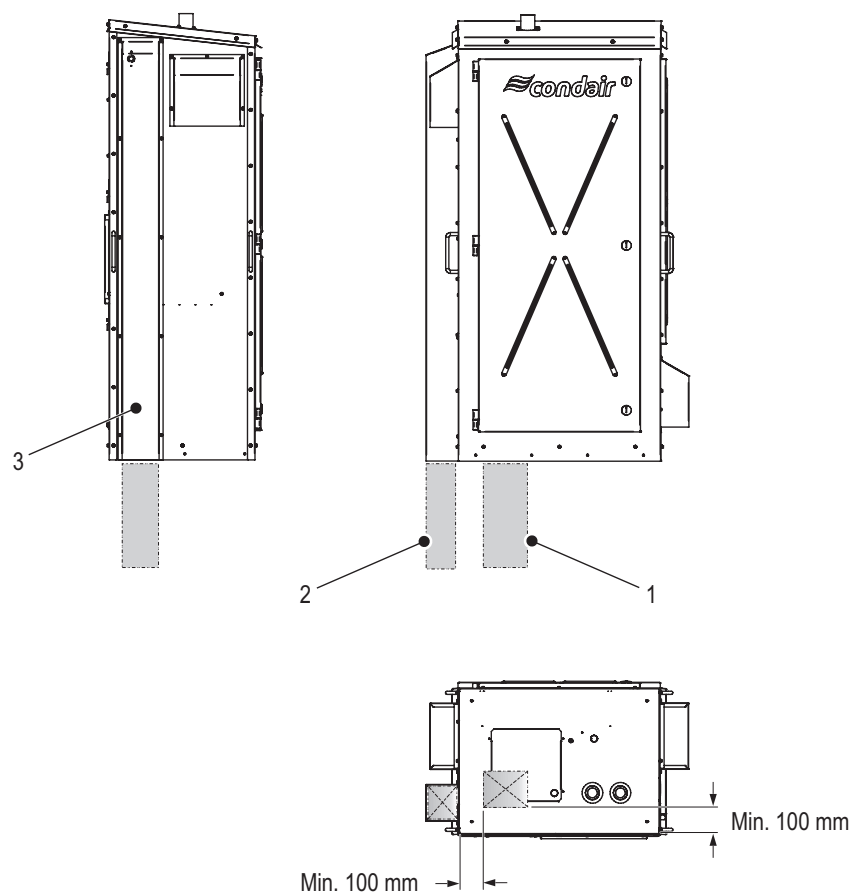

Fig. 9: Position des conduits de câbles
Il est recommandé de poser tous les tuyaux d'évacuation externes ainsi que les tuyaux d'alimentation d'eau dans des conduits de câbles appropriés. Fig.9 indique la position générale et le dimensionnement des conduits de câbles.
5. Installer les conduits de câbles de dimensions appropriées (recommandés) pour les tuyaux d'évacuation et celui d'alimentation d'eau. Vous trouverez un aperçu global du positionnement et du dimensionnement dans Fig. 9.
4. Pour l'installation sur toit, prévoir des ouvertures appropriées dans la toiture et installer les conduits de câbles. Vous trouverez un aperçu global du positionnement dans Fig. 9.
5. Installer les conduits de câbles de dimensions appropriées (recommandés) pour les tuyaux d'évacuation et celui d'alimentation d'eau. Vous trouverez une vue d'ensemble du positionnement et du dimensionnement dans Fig. 9.